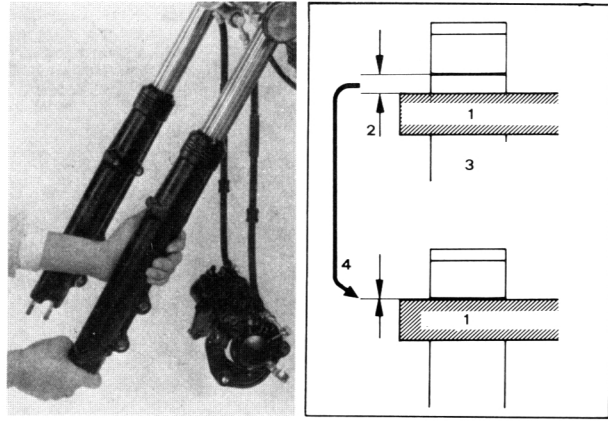

Bild 161
- Die Gabelrohre so einsetzen, dass die Ausrichtungsline auf gleicher Höhe mit der Oberkante der oberen Gabelbrücke liegt (Bild 161).